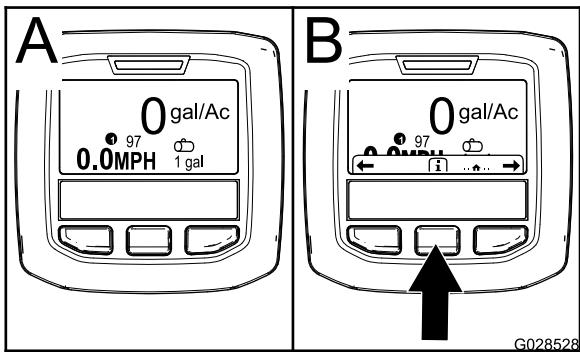

Figura 4
- Después de unos 15 segundos, aparecerá la pantalla de Inicio; pulse el botón de selección central para mostrar el menú contextual de Información (Figura 4).